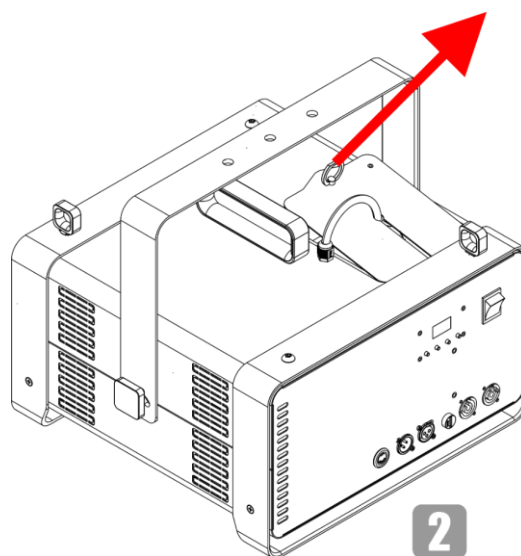

Fig. 10
- 02) Abra la tapa de servicio como se indica en la Fig. 10.